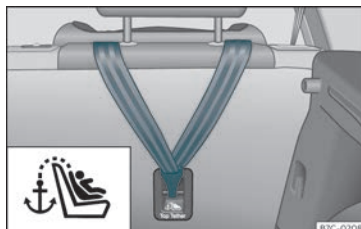

Fig. 28 Parte posterior dos asentos traseros: argolas de suxeición para o cinto Top Tether.
- Deslice a correa e fíxea correctamente coa áncora da parte posterior do respaldo »» **fig. 28**.